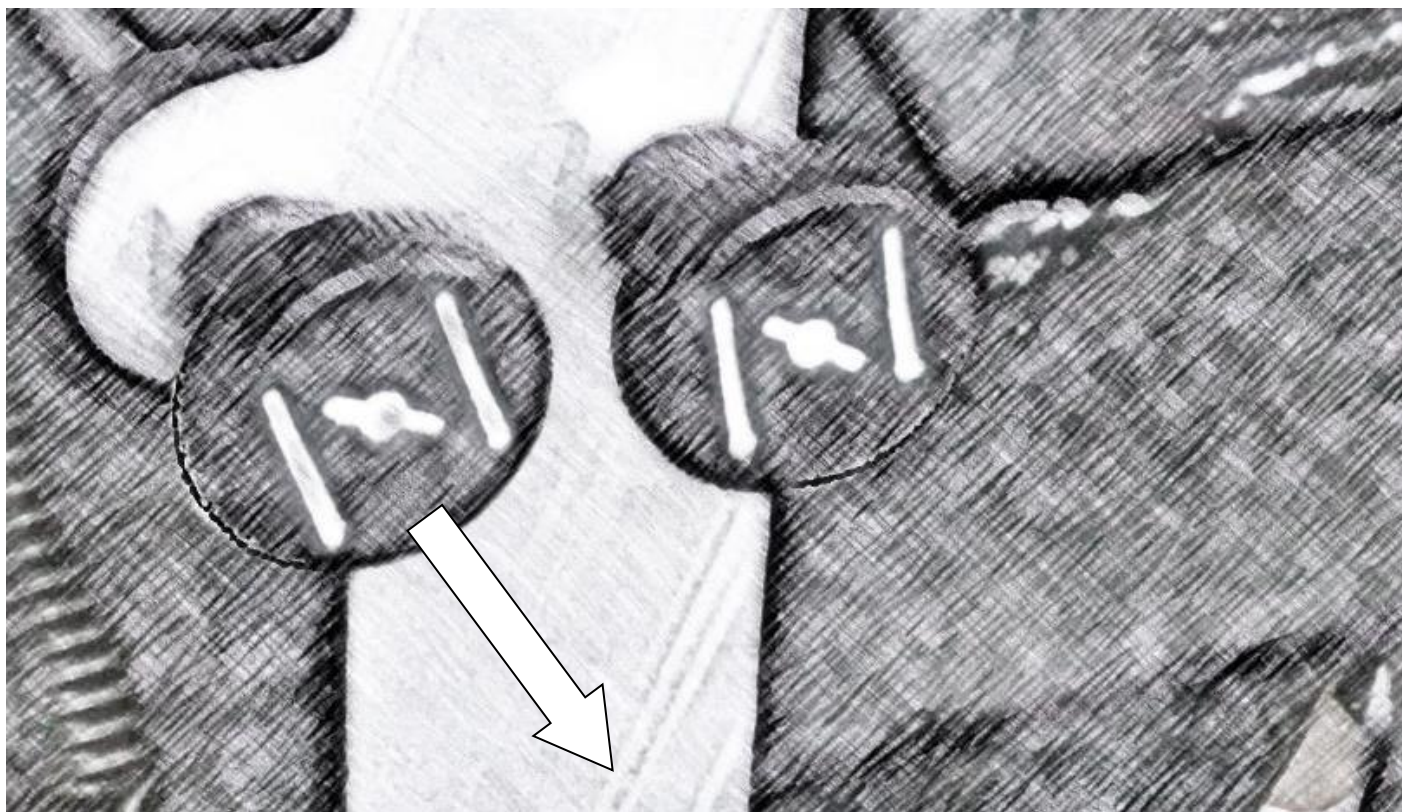

Рис. 3-5. Рукоятка глушения дизеля
- 3.) После того, как двигатель снизит обороты до минимального значения, потяните рукоятку глушения дизеля (рис. 3-5).